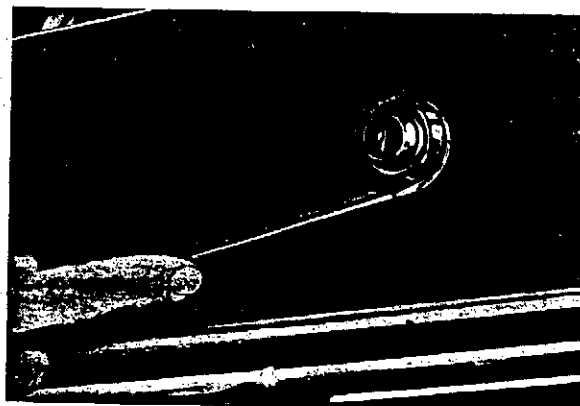
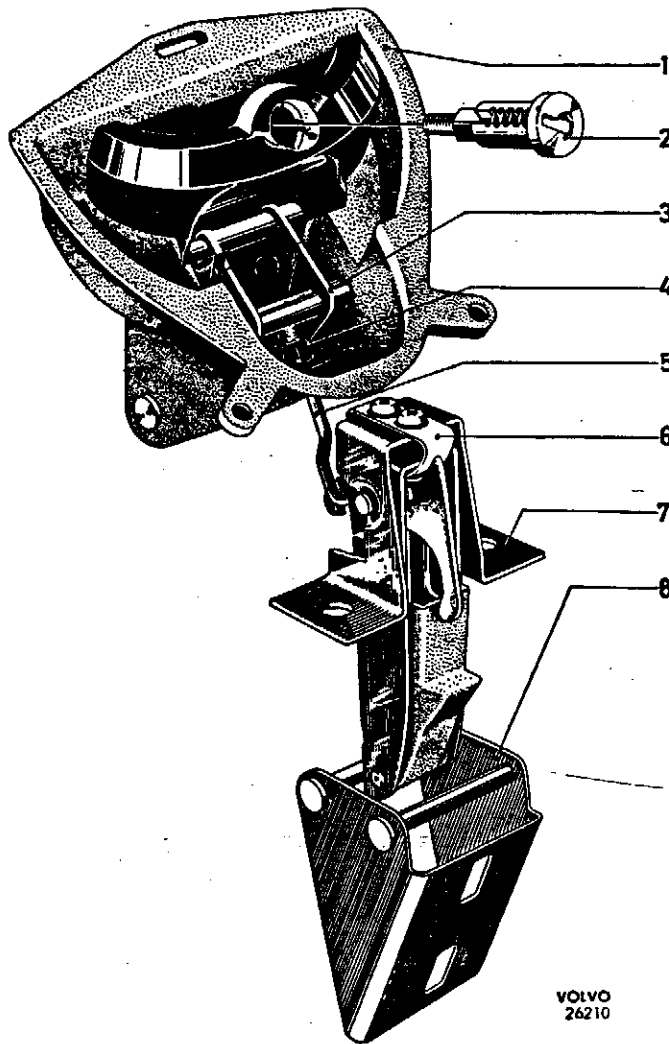

Abb. 40 Sicherungsring für den Türschloßknopf wird gelöst
Abb. 41 Schloß für Kofferraumdeckel, spätere Ausführung
Beim Ausbau des Deckelschlusses die zwei Schrauben in den Ecken der Karosserieöffnung lösen und den Sicherungsring um den Druckknopf entfernen, siehe Abb. 40. Beim Zusammenbau zuerst den Sicherungsring und dann die Schraube einbauen. Darauf achten, daß die Gummitülle um den Druckknopf gut abdichtet. Das Deckelschloß ist bei Fahrzeugen ab Fahrgestellnummer 21000 am Kofferraumdeckel angeschraubt. Das Sicherungsblech ist mit zwei Schrauben an der Karosserie befestigt. Bei der Einstellung des Schlosses muß die Stange (5, Abb. 41) nach oben oder nach unten geschraubt werden. Der Schloßzylinder (2) ist am Handgriff mit einer Mutter befestigt. Das Schließblech ist mit länglichen Löchern versehen, um eine Einstellung vornehmen zu können.